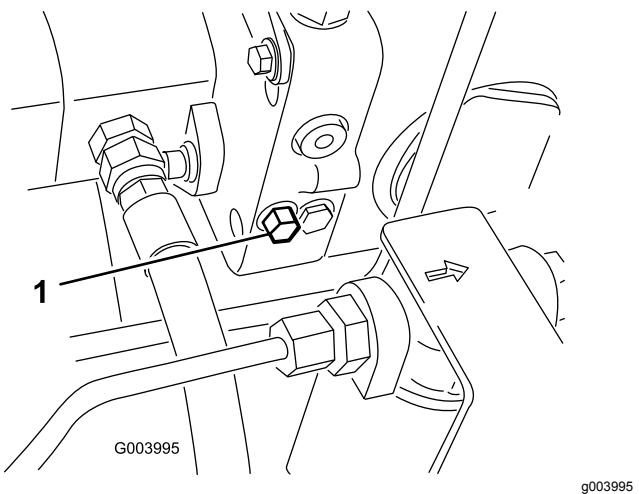

Figura 55
1. A válvula de derivação está localizada no lado esquerdo do hidrostato (Figura 55).